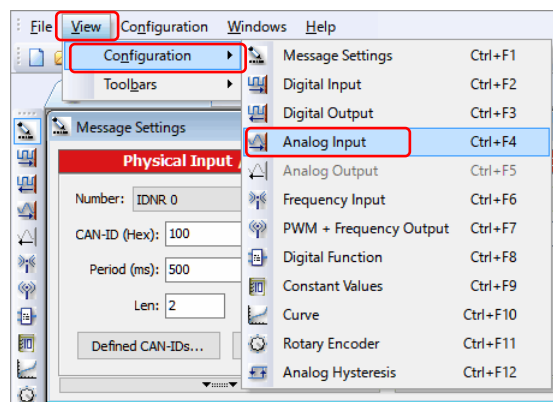

図 3-7
**View** メニューから、**Configuration – Analog Input** を選択します (図 3-7 参照)。